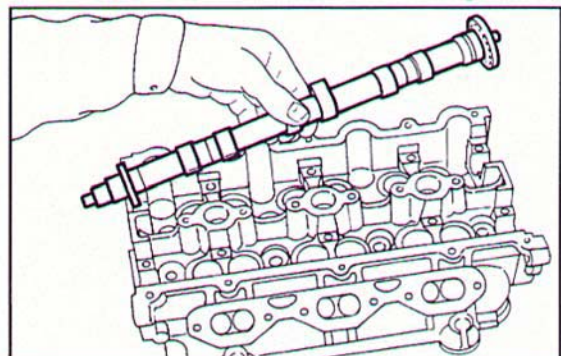

Fig. 218 ▼
- lubrificare abbondantemente gli alberi di distribuzione e posizionarli sulle rispettive sedi (Fig. 218);
- lubricate the camshafts liberally and place them in their seats (Fig. 218);